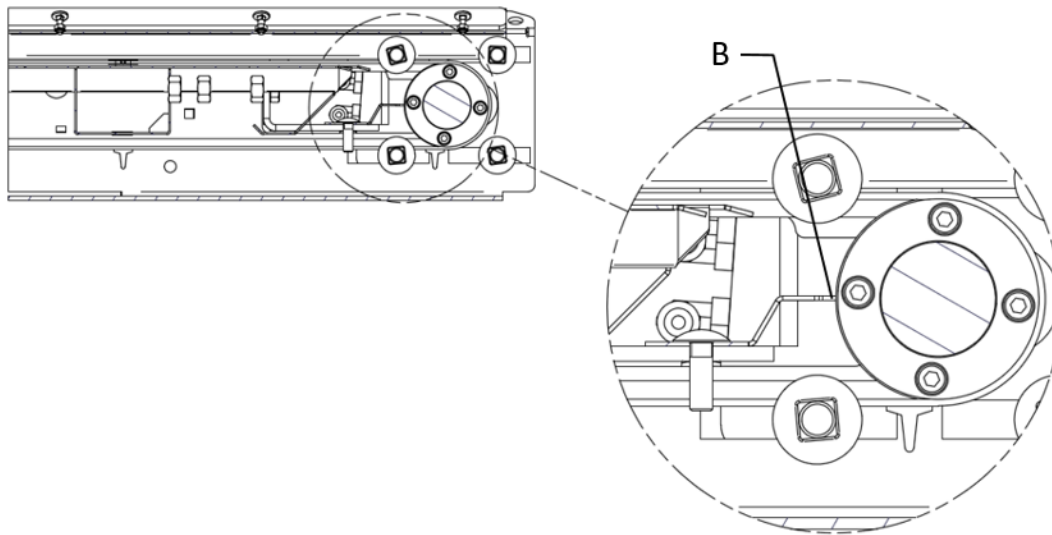

Figure 40 — Jeu entre la poulie et le racloir
Assurez-vous que le jeu entre les racloirs et les poulies du convoyeur (Figure 40, repère B) est de 3 mm (1/8 po). Si ce n'est pas le cas, procédez au réglage des racloirs.
2. Ajustez la distance entre la poulie et le racloir (Figure 40, repère B).